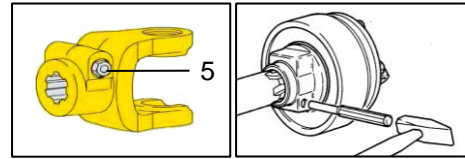

Bild 64: Klemmkonus- Verschluss
- Klemmkonus (Bild 64 / Pos.5) herausdrehen. Gelenkwelle soweit aufschieben bis die Bohrung der Aufsteckgabel bzw. Kupplung über der Ringnut steht.
- Klemmkonus (Bild 64 / Pos.5) herausdrehen. Falls dies von Hand nicht möglich ist, kann der Klemmkonus auch von der Gegenseite herausgeschlagen werden (Bild 64).